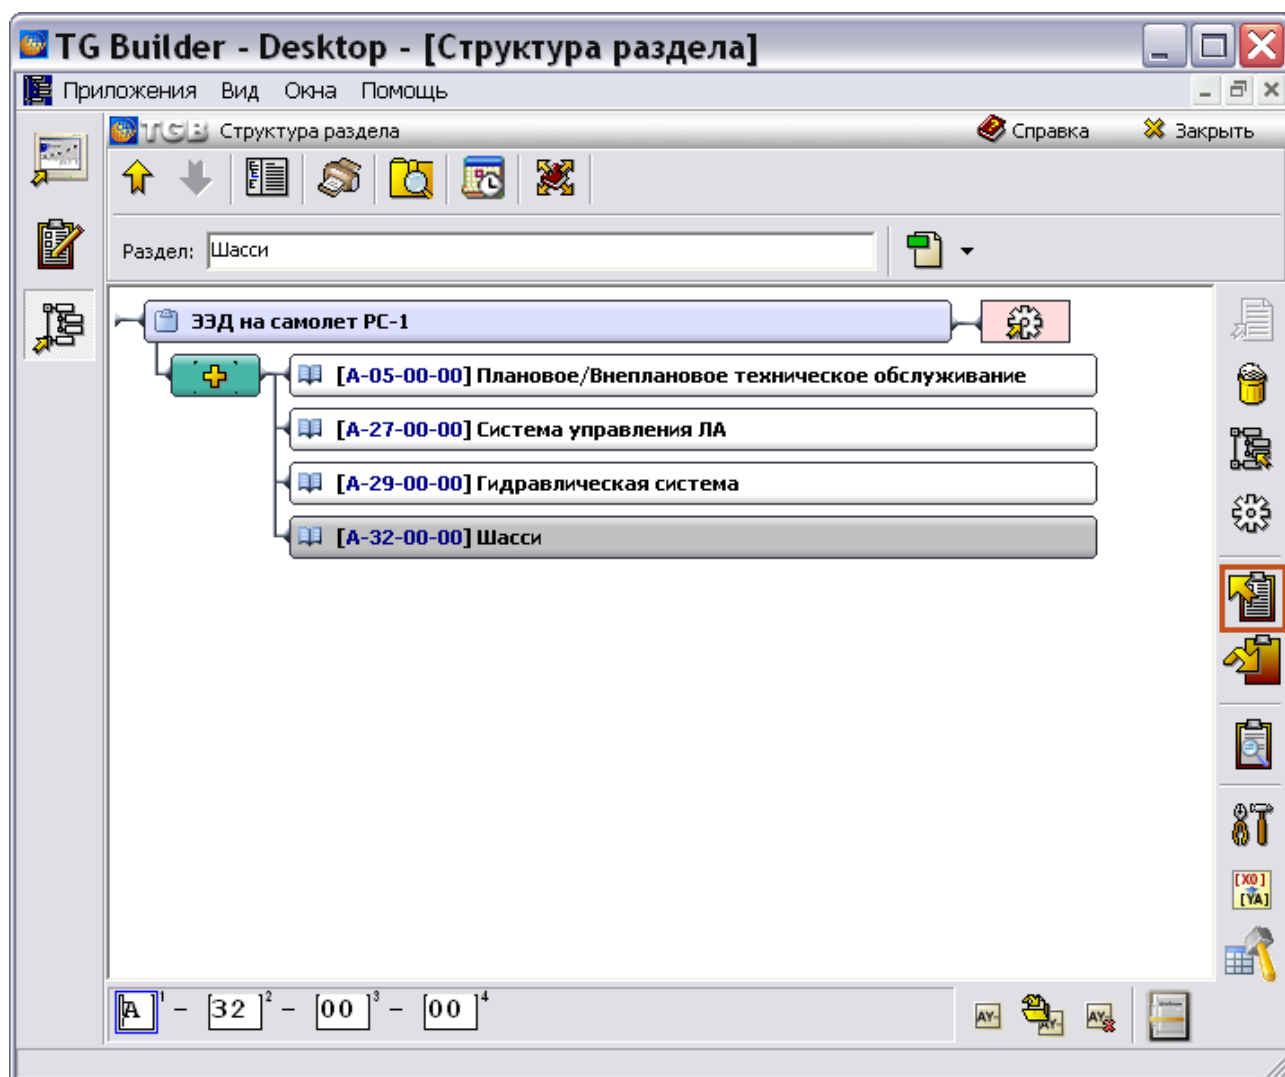

Рис. 21.36
Рассмотрим процесс экспорта раздела проекта на примере раздела «Шасси» (Рис. 21.36).
1. В диалоговом окне **Структура раздела** выделите элемент структуры проекта для экспорта, например, систему «Шасси» (Рис. 21.36).
2. В правой части диалогового окна нажмите на кнопку **Экспорт**  (Рис. 21.36).